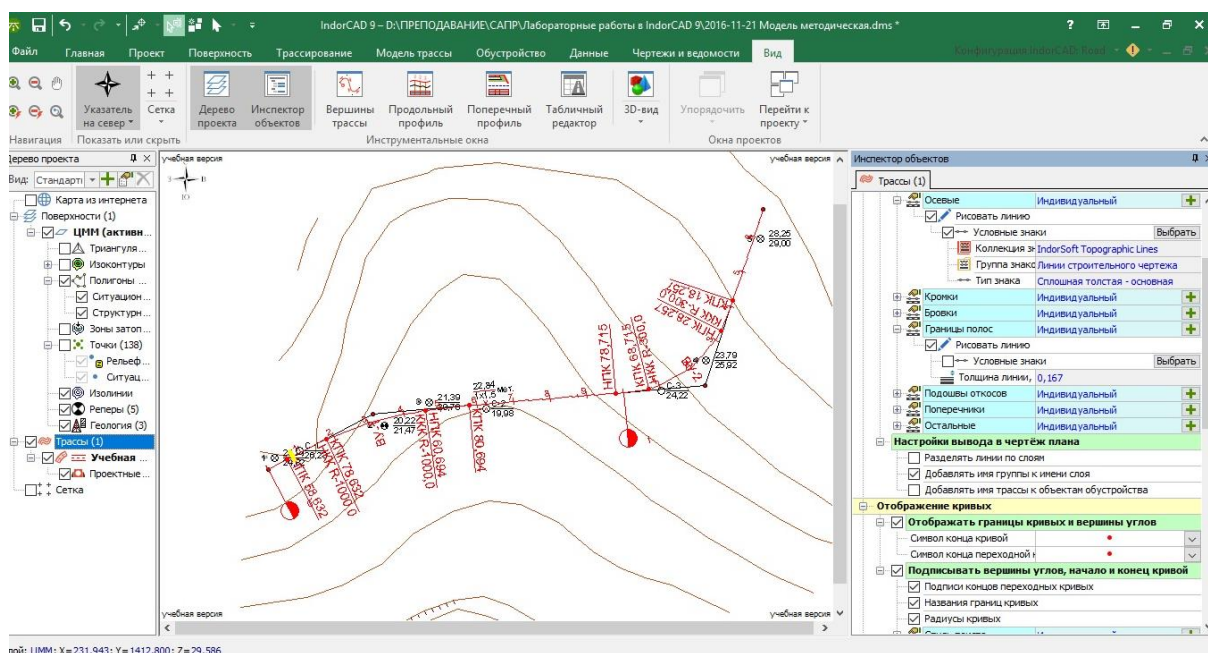

Рисунок 2 – План трассы перед экспортом в программу IndorDraw
2.2.3 Настройка изображения трасс. Вызывают Инспектор объектов для трассы (для которой построен продольный профиль) и в параметре «**Отображение**» задают позицию «**Только ось**» и цвет отображения – **красный**. Вызывают инспектор объектов для другого варианта трассы и задают другой цвет отображения (в соответствии с описанием вариантов в пояснительной записке). Вид плана трассы перед экспортом в чертёж показан на рис. 2.